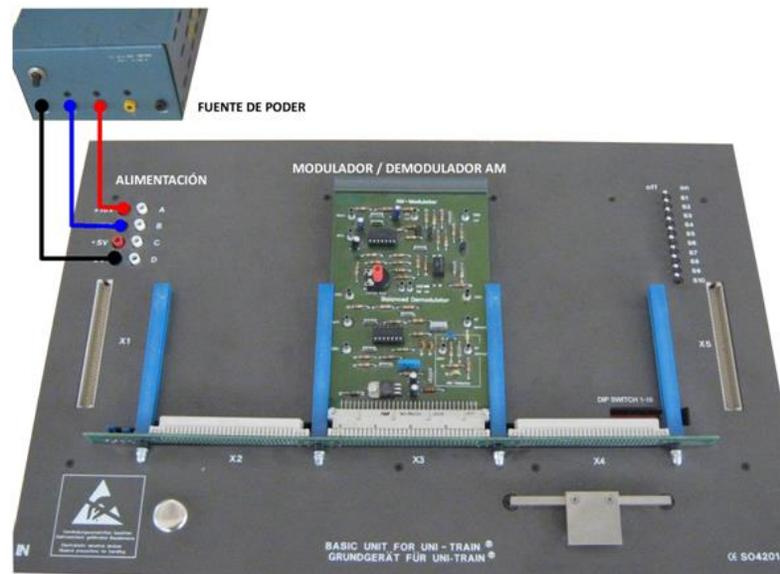

Figura 1: Esquema montaje módulo de trabajo.
- Inserte la tarjeta SO4201-7U en el módulo de trabajo UNI-TRAIN SO4201-2C como se muestra en la Figura 1.